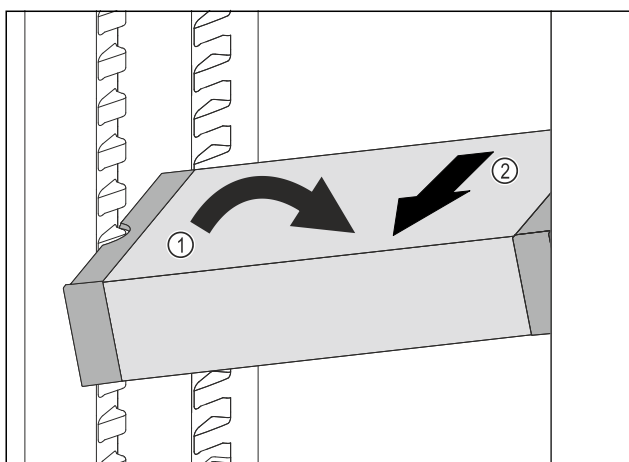

Fig. 69
- Plasser VarioSafe skrått i kjøleskapet. Fig. 69 (1)
- Ta ut VarioSafe ved å trekke den forover. Fig. 69 (2)